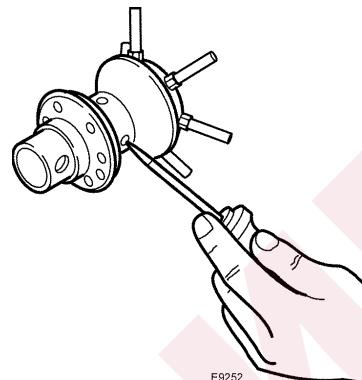

Рис. 19
- Проверяйте, не засорились ли отверстия в распределителе газа, при необходимости прочищайте их острым предметом, как показано на рис. 19.